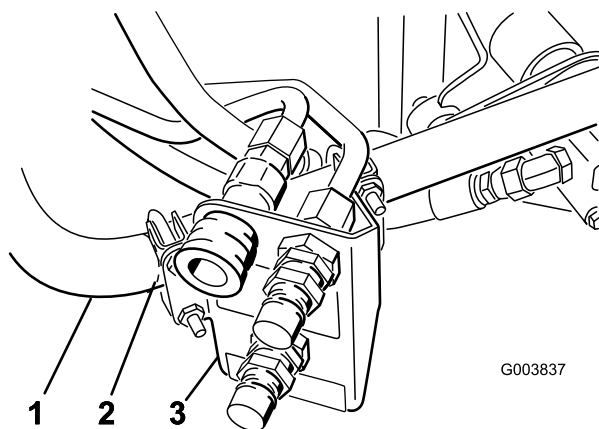

Рисунок 11
3. Временно разместите кронштейн соединителей на круглой трубе рамы; см. Рисунок 11.